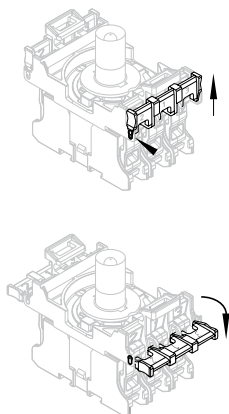

図 15
2. 接点キャリアーを取り外し、接点ラグを開きます(図15参照):